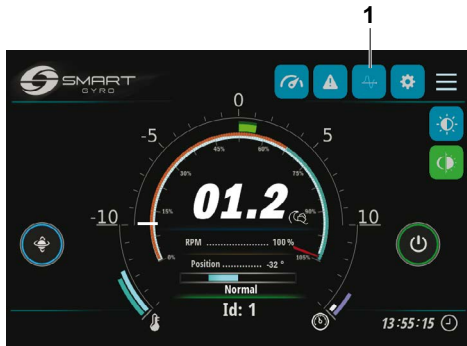

Abbildung 25
- Durch Drücken des Symbols Roll (Abbildung 25, (1))